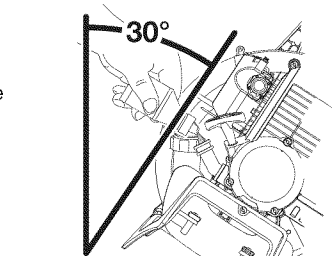

Fig. 10
- Incline el unidad 30° (Fig. 10).
- Vierta todo el contenido de la botella de aceite en el cigüeñal (Fig. 10).
**NOTA:** No hay necesidad de encender la unidad. El Control de Parada Arranque y Apagado está en la posición Arranque (I), en todo momento (Fig. 10).